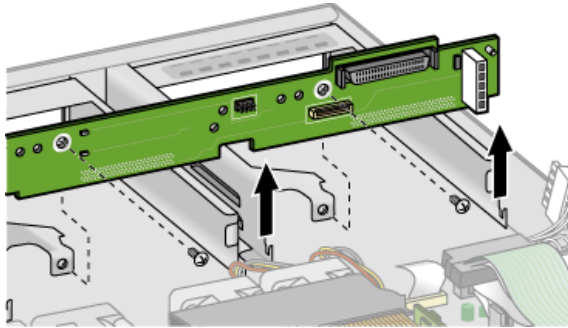

図 3-13 SCSI バックプレーンの取り外し
8. SCSI バックプレーンを持ち上げ、シャーシから取り外します (図 3-13 を参照)。